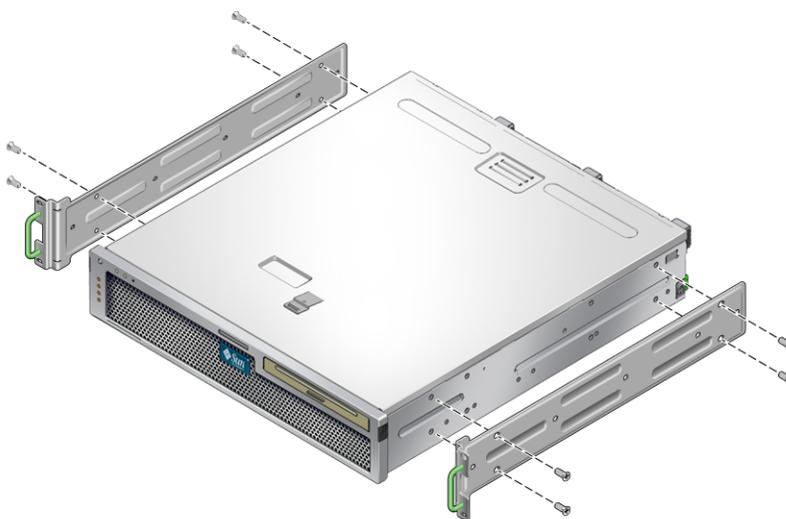

ABBILDUNG 3-2 Befestigen der Festmontagehalterungen am Server
- 2. Befestigen Sie jede Festmontagehalterung mit vier M5 x 8 mm Kreuzschlitz-Senkschrauben an den Seiten des Servers (ABBILDUNG 3-2).**